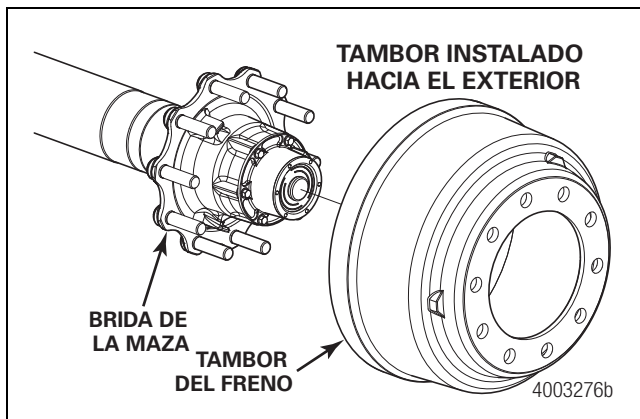

Figura 9.10
- **Tambores instalados hacia el exterior:** En esta configuración, el tambor del freno se instala hacia el exterior de la brida de la maza. Así, la maza puede permanecer en su sitio cuando se retira el tambor del freno. La principal ventaja de este diseño consiste en que los cojinetes de extremo de rueda, los sellos y el lubricante pueden permanecer en su sitio durante el mantenimiento del freno. Figura 9.10.